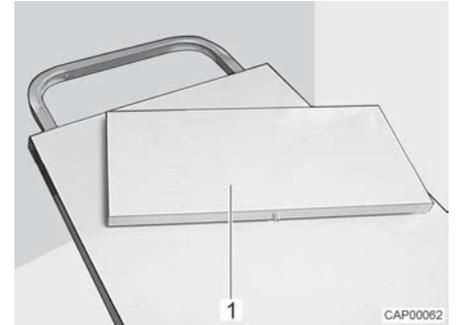

Fig. 48 Prolongación del tablero de mesa
La superficie útil de la mesa colgante se puede ampliar colocando una prolongación del tablero de mesa (Fig. 48,1).
- Colocar la prolongación del tablero de mesa (Fig. 48,1) en la prolongación de mesa.
- Quitar la prolongación del tablero de mesa (Fig. 48,1) y guardarla de manera segura.